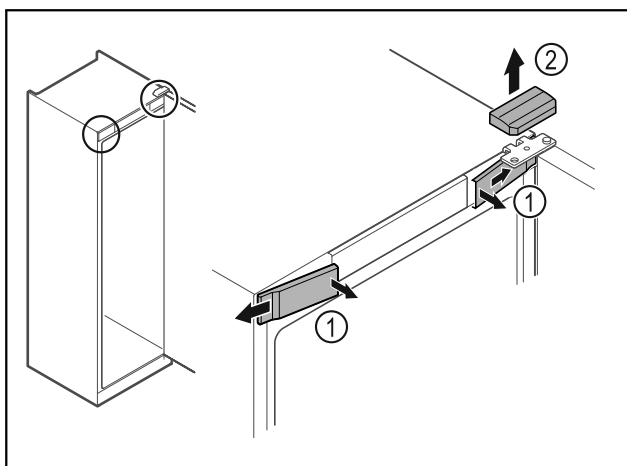

Fig. 8\*
- ▶ Izvadite prednje poklopce Fig. 8 (1) iznutra i skinite ih na stranu.\*
- ▶ Skinite gornji poklopac Fig. 8 (2) prema gore.\*